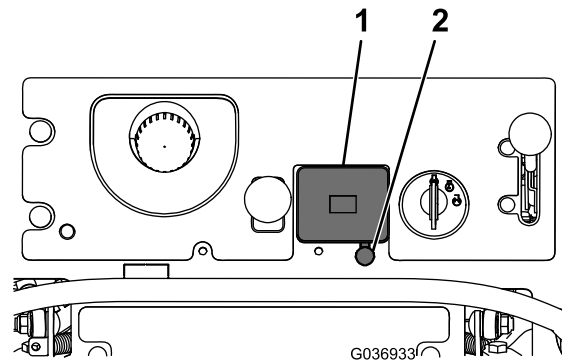

Figure 2
1. Déposez le compteur horaire de la machine en serrant les languettes sous le panneau de commande et en le poussant vers le haut (Figure 2).
2. Enlevez la languette ronde près du compteur horaire (Figure 2).